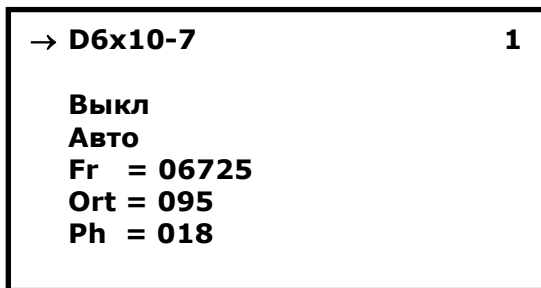

Рис. 29
- «**РЕДАКТОР**» - вход в режим работы с системными настройками датчиков. При нажатии кнопки [+], включается меню настройки датчиков (Рис. 29). В